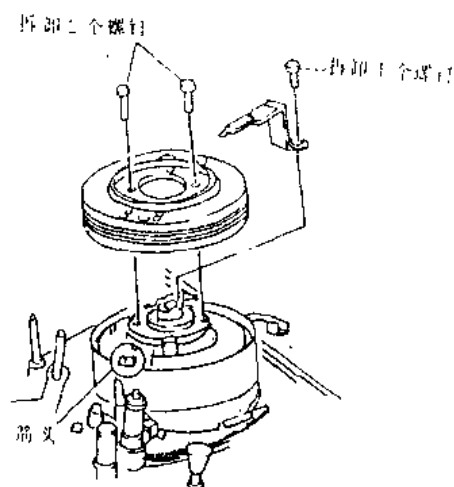

图 1-22
②拆卸固定电刷的1个螺钉, 如图1-22所示。
③拆卸固定视频磁头的2个螺钉而拉出视频磁头。